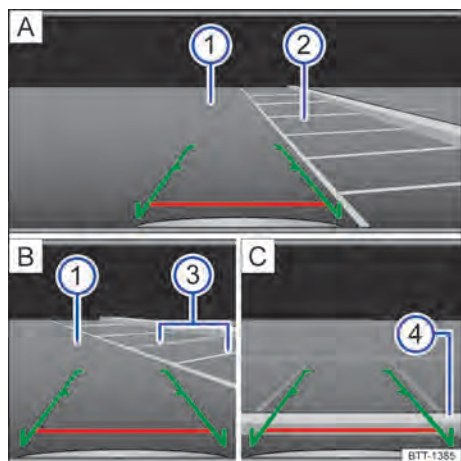

Fig. 108 Exibição do display do sistema de rádio: estacionar com a câmera de marcha a ré.
- Posicionar o veículo na frente da vaga de estacionamento → Fig. 108 ② [A].
- Conduzir para trás lentamente e manobrar de modo que as guias verdes laterais conduzam entre as linhas de delimitação da vaga de estacionamento delimitada ② [A].
- Alinhar o veículo na vaga de estacionamento selecionada de modo que as guias verdes laterais fiquem em cima das linhas de limitação lateral ③ [B].
- Parar o veículo, quando a linha vermelha atingir a limitação traseira ④ [C].